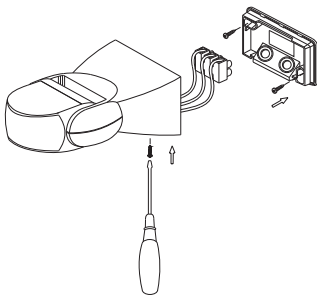

Рисунок 22 – Монтаж ДД 013
4.2.3 Монтаж ДД 015, ДД 016 (рисунок 22):